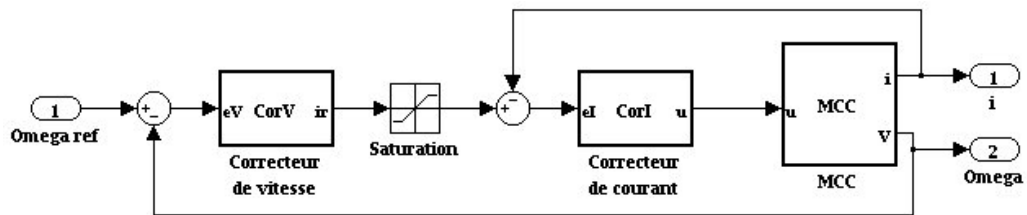

FIG. 4 – Boucles cascade
1. Une solution consiste à utiliser deux boucles en cascade (voir figure 4). La boucle interne asservit le courant. La boucle externe commande asservie la vitesse en commandant la consigne de courant. Dans le calcul de la consigne de courant, on inclut une saturation permettant de limiter les consignes de courant à la plage  $[-I_{\max}; I_{\max}]$  ce qui permet de limiter le courant à condition que le réglage des dynamique respecte un découplage fréquentiel : la boucle interne doit être plus rapide que la boucle externe.